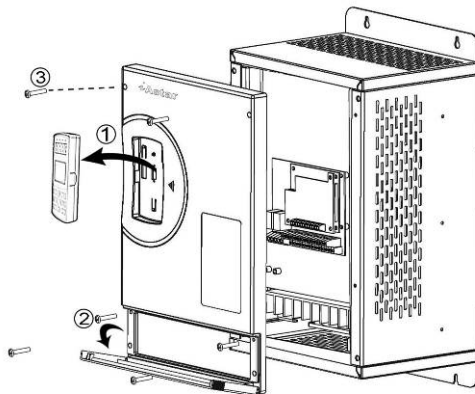

图 3-8 拆下前面板
- ① 取下操作器。参见第 3 章“3.3.1 操作器的拆装”。
- ② 打开接线盖。参见第 3 章“3.3.2 接线盖的开闭”。
- ③ 松开面板上部的两个螺钉和接线盖内部的两个螺钉，即可取下面板。
- 拆下前面板的操作如图 3-8 所示：